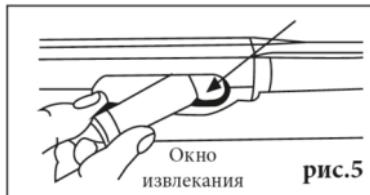

рис.5
5. Вставьте один патрон в окно извлечения. (рис. 5)